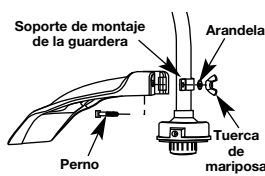

Fig. 7
- Desde el interior del protector de la cabeza de corte, empuje el perno cuadrado a través del orificio hasta que el extremo con roscas sobresalga a través del soporte de montaje de la guardera (Fig. 7).
ADVERTENCIA: Evite los arranques accidentales. Colóquese en posición de inicio cuando tire de la cuerda de arranque (Fig. 7). El operador y la unidad deben estar en una posición estable al arrancar la unidad para evitar graves lesiones personales.